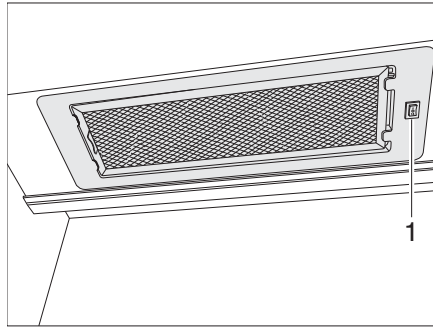

Fig. 137 Cappa di aspirazione
- Accendere e spegnere la cappa di aspirazione tramite l'interruttore (Fig. 137,1).